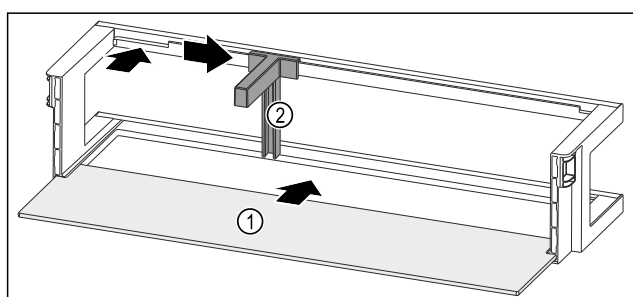

Fig. 104 Balconnet de contre-porte avec tablette de rangement
- ▶ Insérer la tablette de rangement Fig. 104 (1) dans les évidements latéraux.
- ▶ Insérer le porte-bouteilles Fig. 104 (2) dans l'évidement.
- ▶ Pousser le porte-bouteilles Fig. 104 (2) sur le côté en position souhaitée.